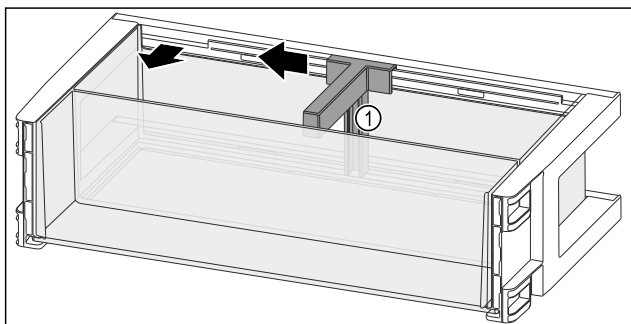

Fig. 140
- Przesunąć uchwyt butelek Fig. 140 (1) na bok do zagłębienia.
- Wyjąć uchwyt butelek Fig. 140 (1).